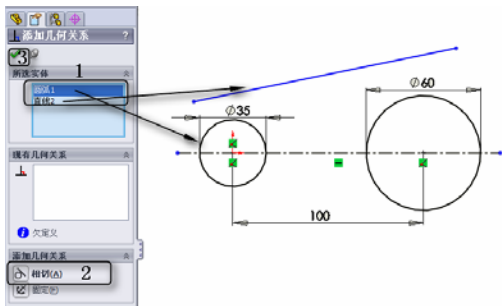

图 3-30 添加几何关系
⑩ 添加几何关系。单击添加几何关系按钮，选中直线和圆弧 1 作为要添加几何关系的实体，点击相切按钮，为这两个实体添加“相切”的关系，如图 3-30 所示。点击确认按钮，完成几何关系的添加。